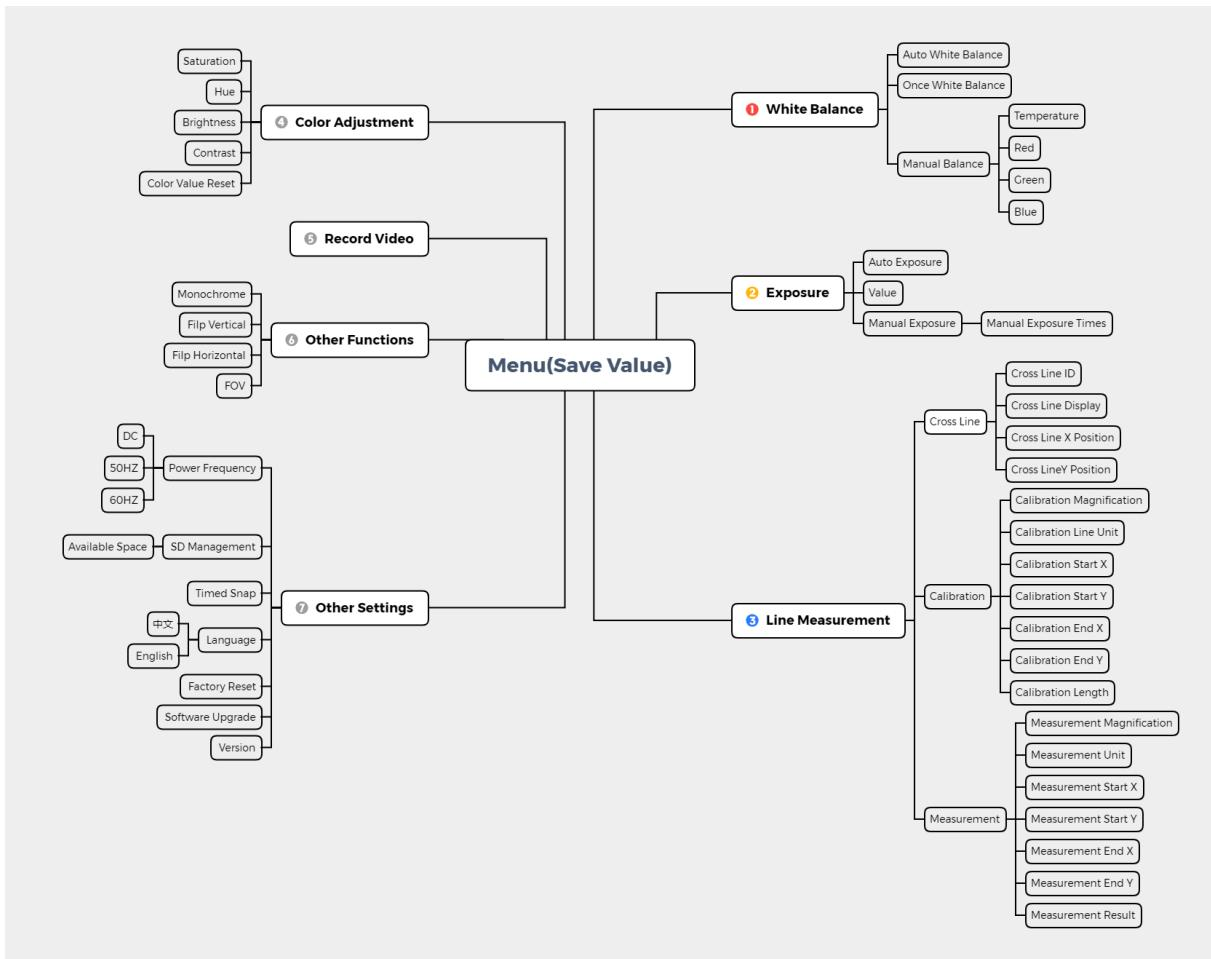

Fig. 23
4. Die spezifischen Funktionen dieses Menüs sind in Fig. 23 dargestellt.